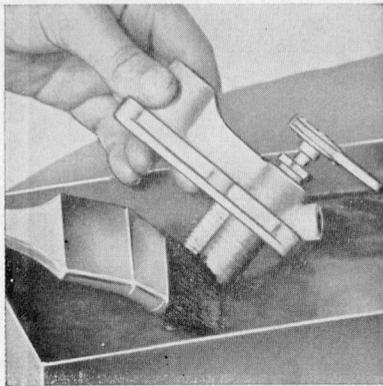

Bild 6
**Bedienung:** Die Reinigung des Filtereinsatzes erfolgt laufend bei jeder Betätigung des Kupplungs-Pedals. Der ausgeschiedene und im Schlammraum des Filtergehäuses sich ansammelnde Schmutz ist durch Öffnen der Entleerungsschraube einmal in der Woche, mindestens aber bei jedem Ölwechsel, abzulassen. Bei jedem 3. Ölwechsel ist der Spaltfiltereinsatz auszuschrauben und in Gasöl gründlich abzuspülen. Keinesfalls soll mit Bürsten usw. gereinigt werden, da hierdurch die Filter-Pakete beschädigt würden. (Siehe Bild 6).